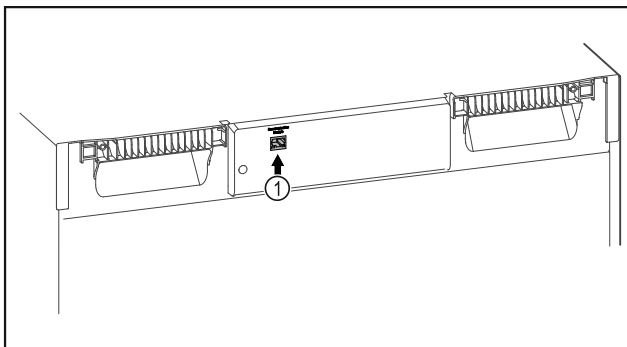

Fig. 114
- Le SmartModule Fig. 114 (1) est en place.